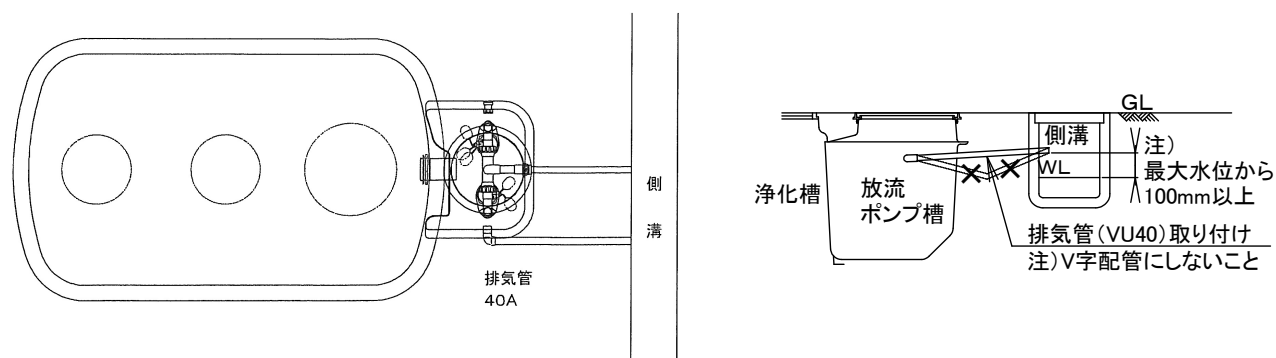

図 12 放流ポンプ設置時の配管例
- (1) 放流ポンプ槽から放流先までの配管は、処理水が配管内に溜まらないようにする。
- (2) 放流管は放流先の最高水位よりも高く設置する。
- (3) 浄化槽本体の臭突口には必ず臭突管を設ける。放流ポンプ槽には、図12のように通気管を設ける。